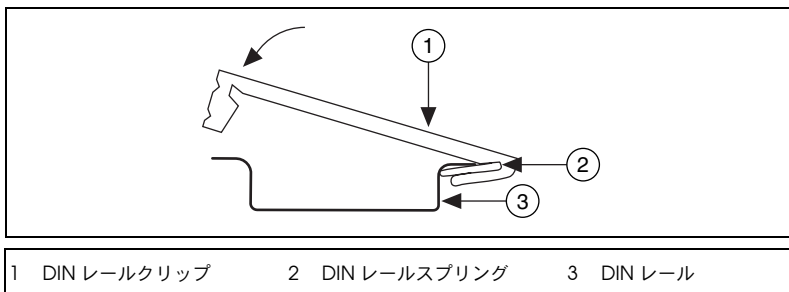

図 5 DIN レールの一方向のエッジをクリップに差し込む
2. DIN レールの片方のエッジを DIN レールクリップの深い方の溝に差し込みます (図 5 を参照)。